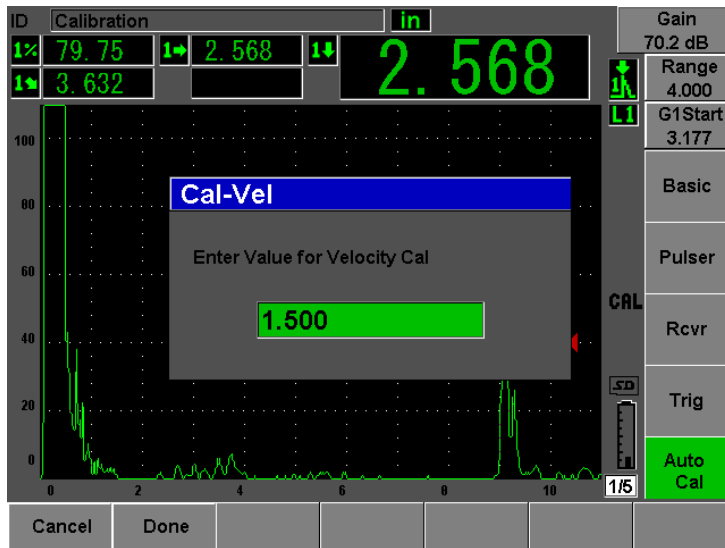

図 10-29 音速校正の板厚値を入力
10. 値が安定したら、“**自動校正 : Auto Cal**” > “**校正音速 : Cal-Vel**” を選択します。画面がフリーズし、“**校正音速 : Cal-Vel**” ダイアログボックスが現れます (197 ページ図 10-29 参照)。